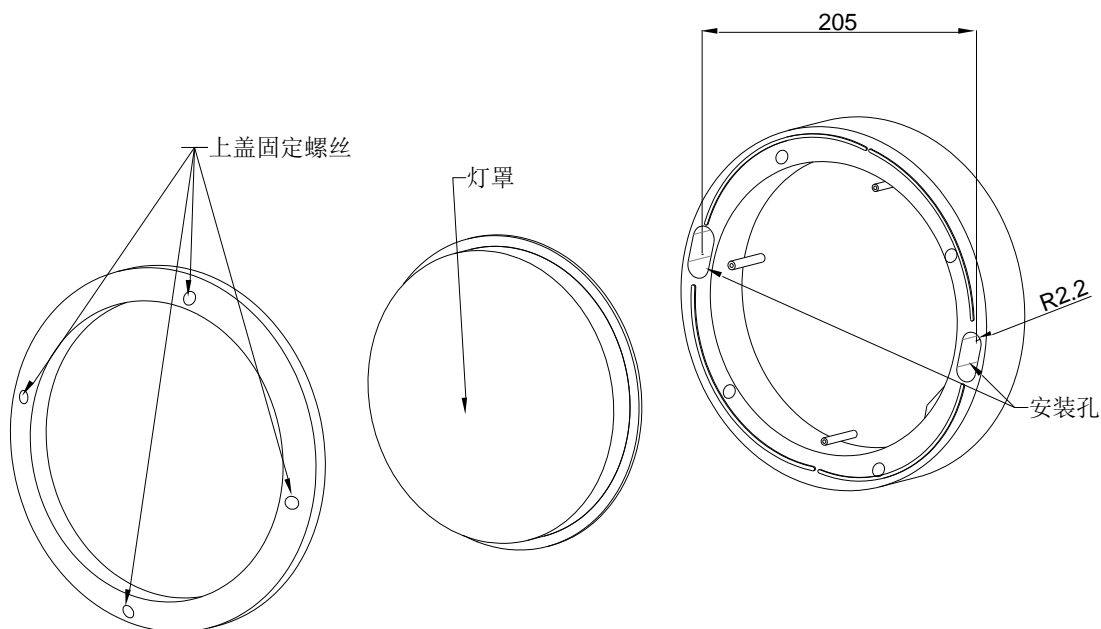

图 55-2
- a、如图 55-2 将 4 颗上盖固定螺丝打开；
- b、打开上盖后如图 55-2 右侧，在底座中间有 2 个安装孔，用螺丝将底座固定到位置；
- c、将灯具底座固定到位置后，将上盖装在底座上，4 颗螺丝固定紧如图 55-2 左侧。